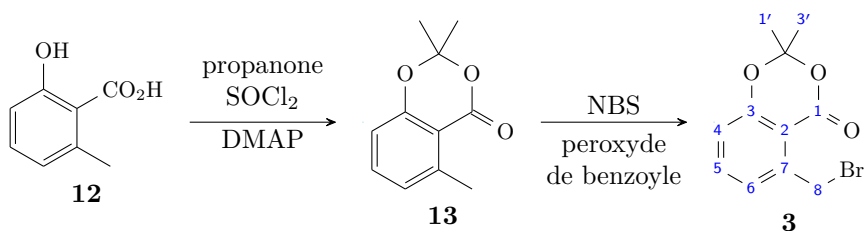

FIGURE 10 – Préparation du dérivé bromé **3**
Q.42. Attribuer aux protons correspondants les différents signaux du spectre RMN ^1H . Pour l'attribution des signaux du spectre RMN ^1H , prenez soin de présenter votre réponse sous forme de tableau en **conservant pour les atomes de carbone la numérotation** adoptée figure 10 pour le composé **3**.